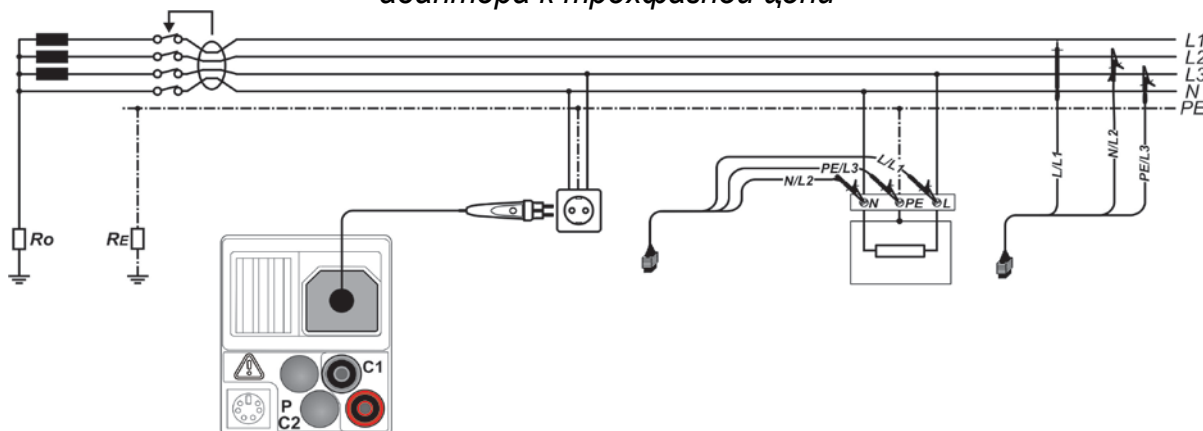

Рисунок 5.3: Подключение штепсельного щупа и 3-х проводного тестового кабеля к однофазной цепи
- и Рисунок 5.3: Подключение штепсельного щупа и 3-х проводного тестового кабеля к однофазной цепи